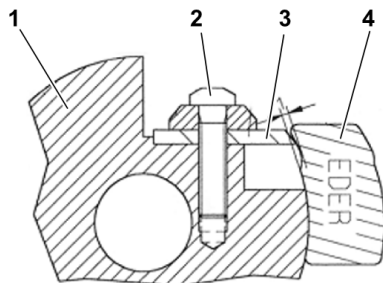

Fig. 19 : Remplacement des copeaux sur le rabot fraise
- > Desserrez légèrement la vis du copeau (2 - Fig. 19).
- > Placez la jauge à copeaux (4 - Fig. 19) sur la tête de fraise (1 - Fig. 19) et faites glisser le copeau (3 - Fig. 19) contre la jauge jusqu'à ce qu'il touche la zone encochée.